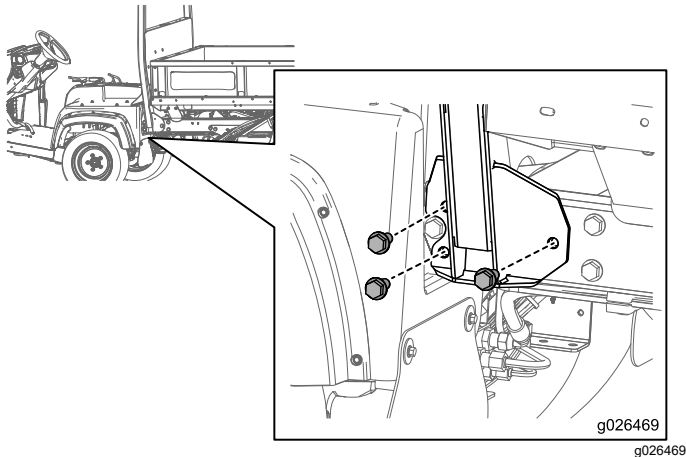
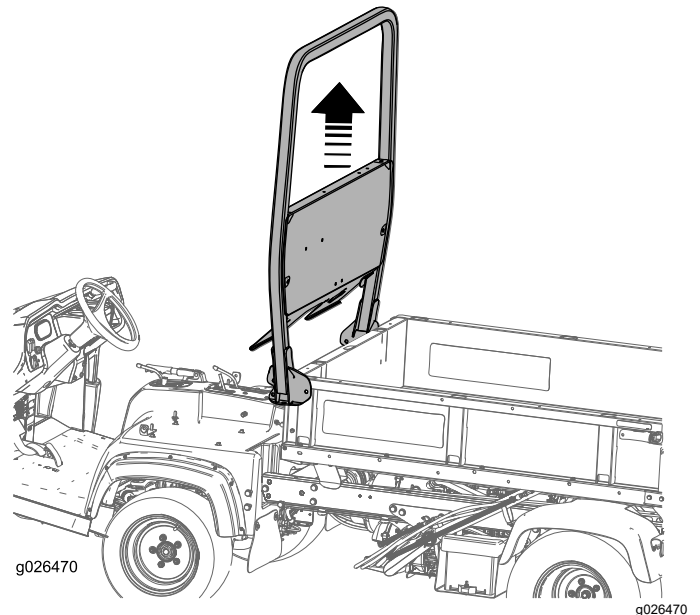

Figura 9
Figura 10
1. Rimuovete i 6 bulloni che fissano il gruppo ROPS al telaio della macchina come illustrato nella Figura 9 e nella Figura 10.